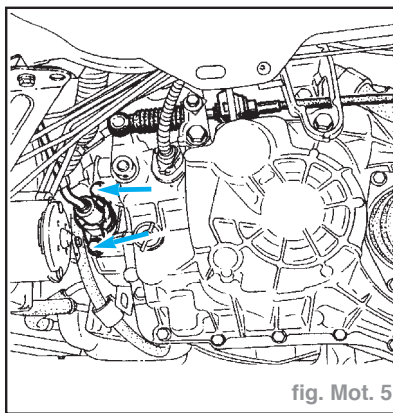

fig. Mot. 5
- Désolidariser le récepteur hydraulique d'embrayage de la boîte de vitesses (2 vis) (fig. Mot. 5).